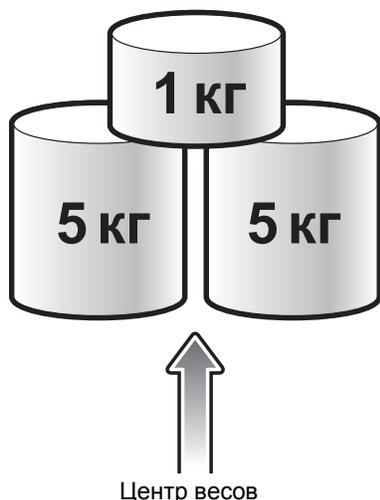

Рис. 4-4 Калибровка весов в килограммах
- б. Поместите на сканер груз весом 11 кг, как показано на Рис. 4-4: две гири по 5 кг в центре весов, и одну гирю весом 1 кг поверх двух гирек по 5 кг.